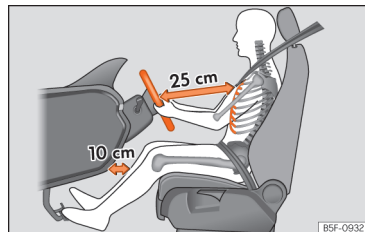

Fig. 18 A separação correta entre o condutor e o volante deve ser de 25 cm no mínimo (10 polegadas).
- Ajuste o volante de modo a ficar a uma distância de, pelo menos, 25 cm (10 polegadas) do esterno »» Fig. 18 e a poder segurá-lo com ambas as mãos pelos lados, pela parte exterior, com os braços ligeiramente fletidos.